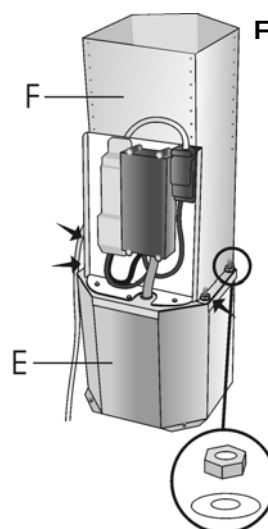

Fig. 11
8. Rimuovere i 4 dadi e le 4 rondelle ed estrarre il blocco motore (E) dalla struttura inferiore (F), vedi Fig. 11.